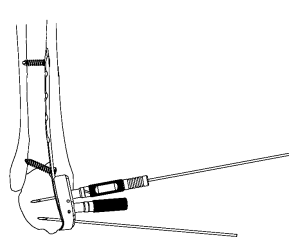

図17-1
13 ガイドピンスリーブ2.5を挿入した2.5 ドリルスリーブ (T) をスクリューホールに取り付け、13 ガイドピンを刺入します。(図17-1)